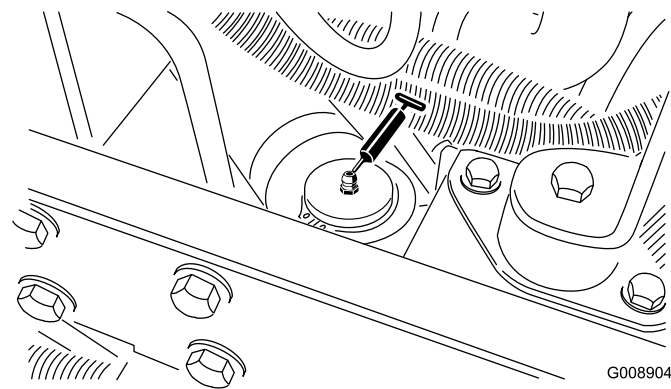

Figure 49
- Vérin de direction (Figure 49)